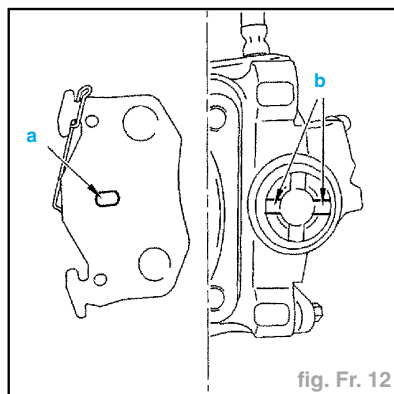

fig. Fr. 12
- Attention :** S'assurer que l'ergot de positionnement "a" de la plaquette s'engage correctement dans la rainure "b" du piston (fig. Fr. 12).